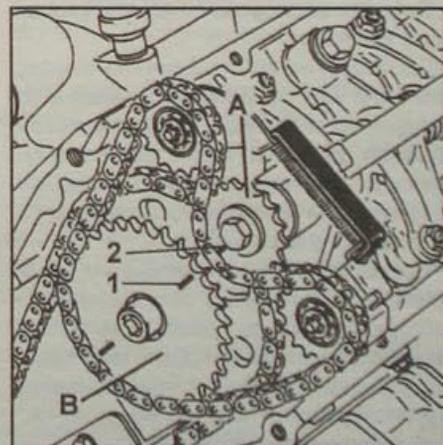

Рис. 2.27. Установка звездочек распределительного и балансировочного валов:
4-й этап – поверните все болты на угол 180°. Дальнейшая затяжка болтов не требуется. Установите звездочку (А, рис. 2.27) вместе с целью, затем звездочку (В), совместив метки (1) и (2).